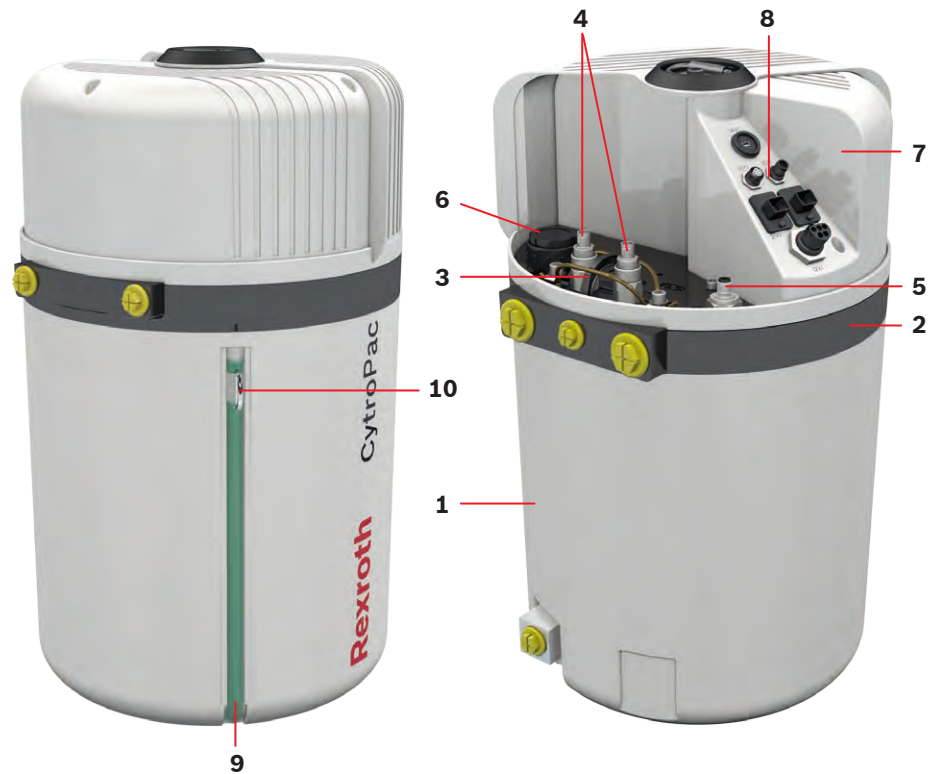

图 1: 组件概览
▶ 确保清洁后液压盖旋转至"闭合位置"。另请参阅图 1，左视图。